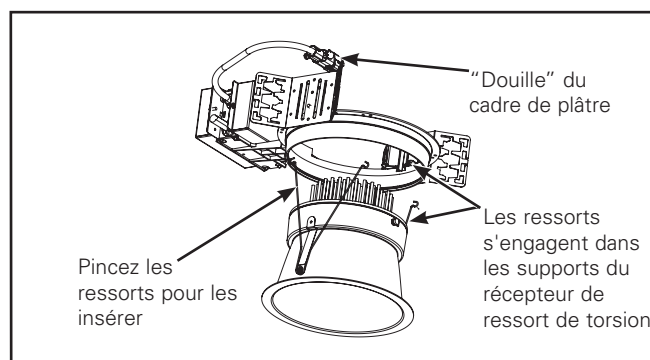

Figure 8.
6. Installez le moteur lumineux à DEL et l'assemblage de la garniture en insérant les ressorts de torsion dans les récepteurs de ressort qui se trouvent à l'intérieur du boîtier. (Figure 8.)